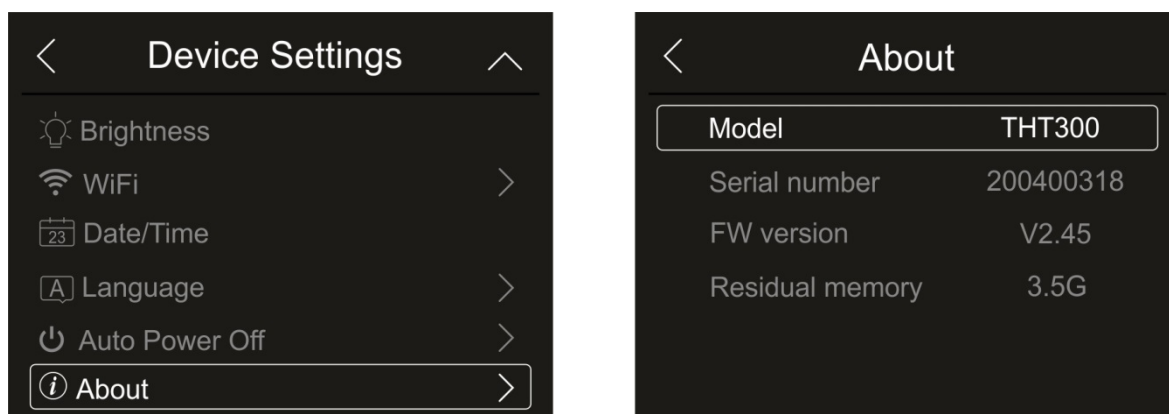

Fig. 19: Informação sobre o instrumento
1. Clique em “Language” para definir o idioma do sistema. O ecrã da Fig. 19 - lado direito é exibido: